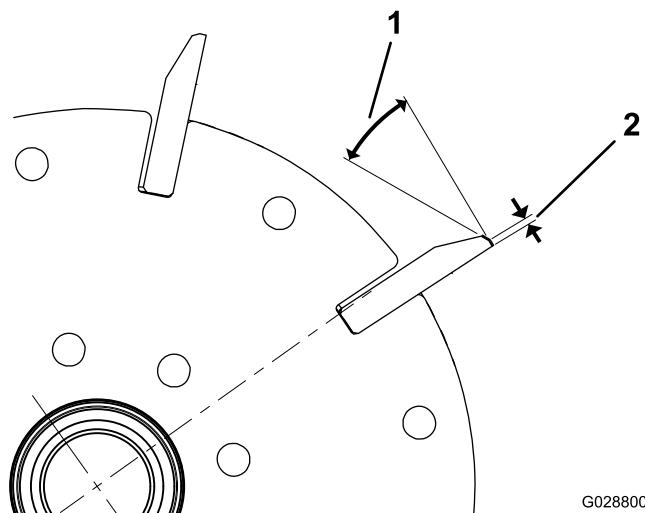

Рисунок 25
- Произведите 30-градусное затыловочное шлифование всех ножей барабана, пока не будет достигнута ширина витка 1,3 мм (Рисунок 25).